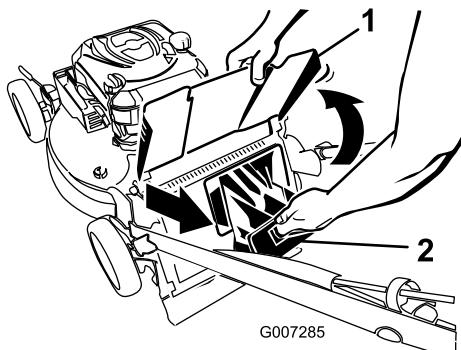

Figura 21
2. Levante y sujeté el deflector de descarga (Figura 21).
- 3. Saque el tapón de descarga trasero (Figura 21).
2. Saque el tapón de descarga trasero (Figura 21).